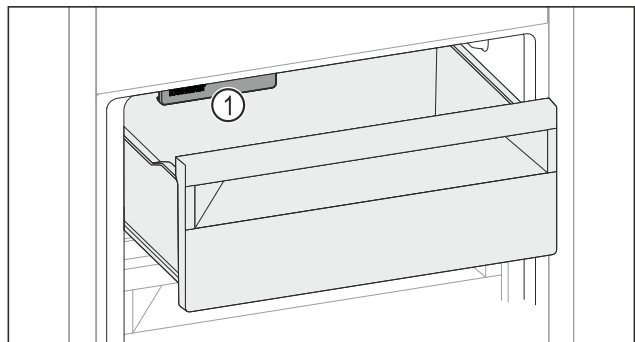

Fig. 162
- ▶ Внимавайте за IceMaker Fig. 162 (1).